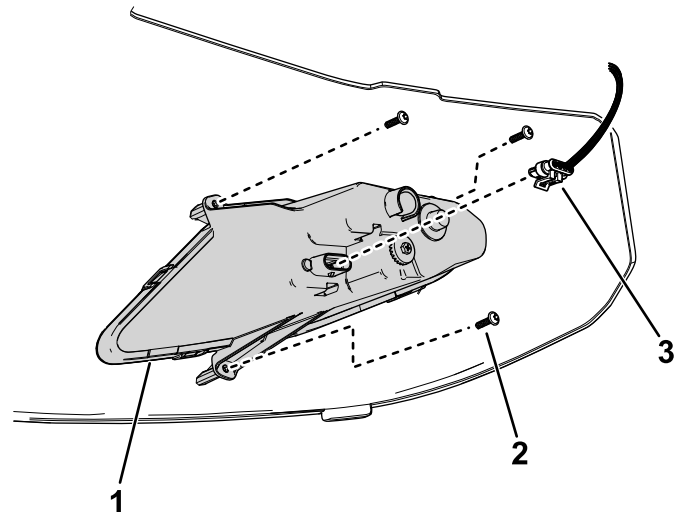

Bild 37
3. Ziehen Sie den Kabelbaumanschluss vom Scheinwerferanschluss ab (Bild 37).
6. Verbinden Sie den Kabelbaumanschluss mit dem Scheinwerferanschluss (Bild 37).